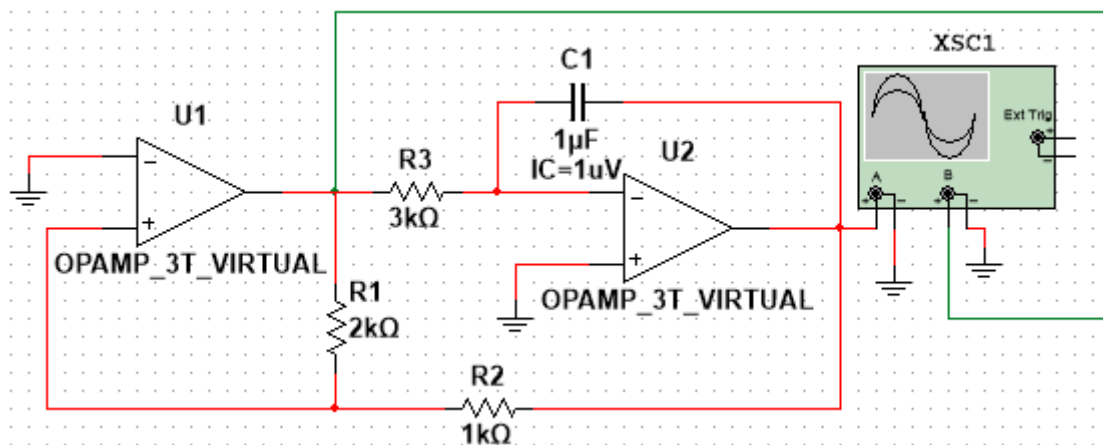

Рис. 3.
1. Зібрати схему як на рис. 3.